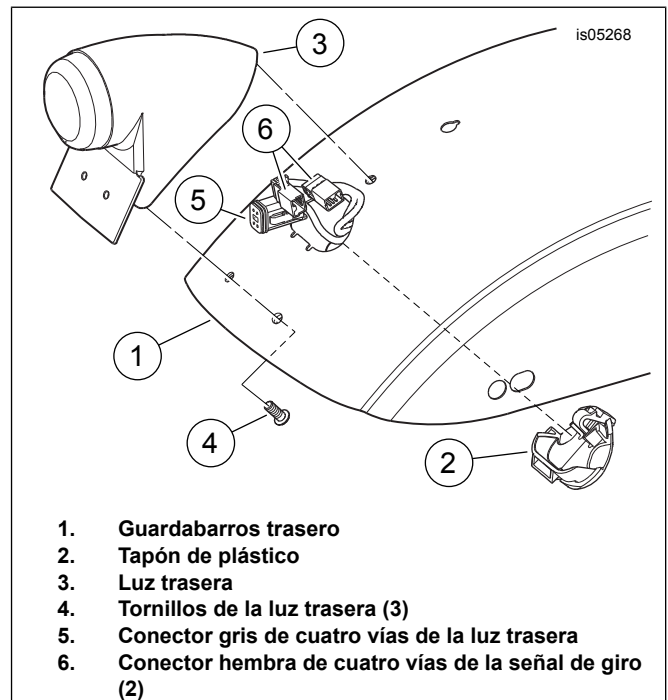

Figura 1. Conexiones de la iluminación trasera
4. **Para los modelos 2009 a 2012:** Vea Figura 1. Extraiga el tapón de plástico (2) del agujero de acceso de la luz trasera debajo del guardabarros trasero (1).